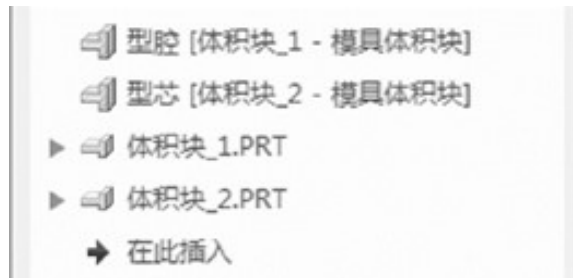

图2-29 添加“体积块_1”和“体积块_2”
Step 02 在“创建模具元件”对话框中单击“选择所有体积块”按钮, 再单击“确定”按钮, 在“模型树”中添加“体积块_1”和“体积块_2”两个体积块, 如图2-29所示。